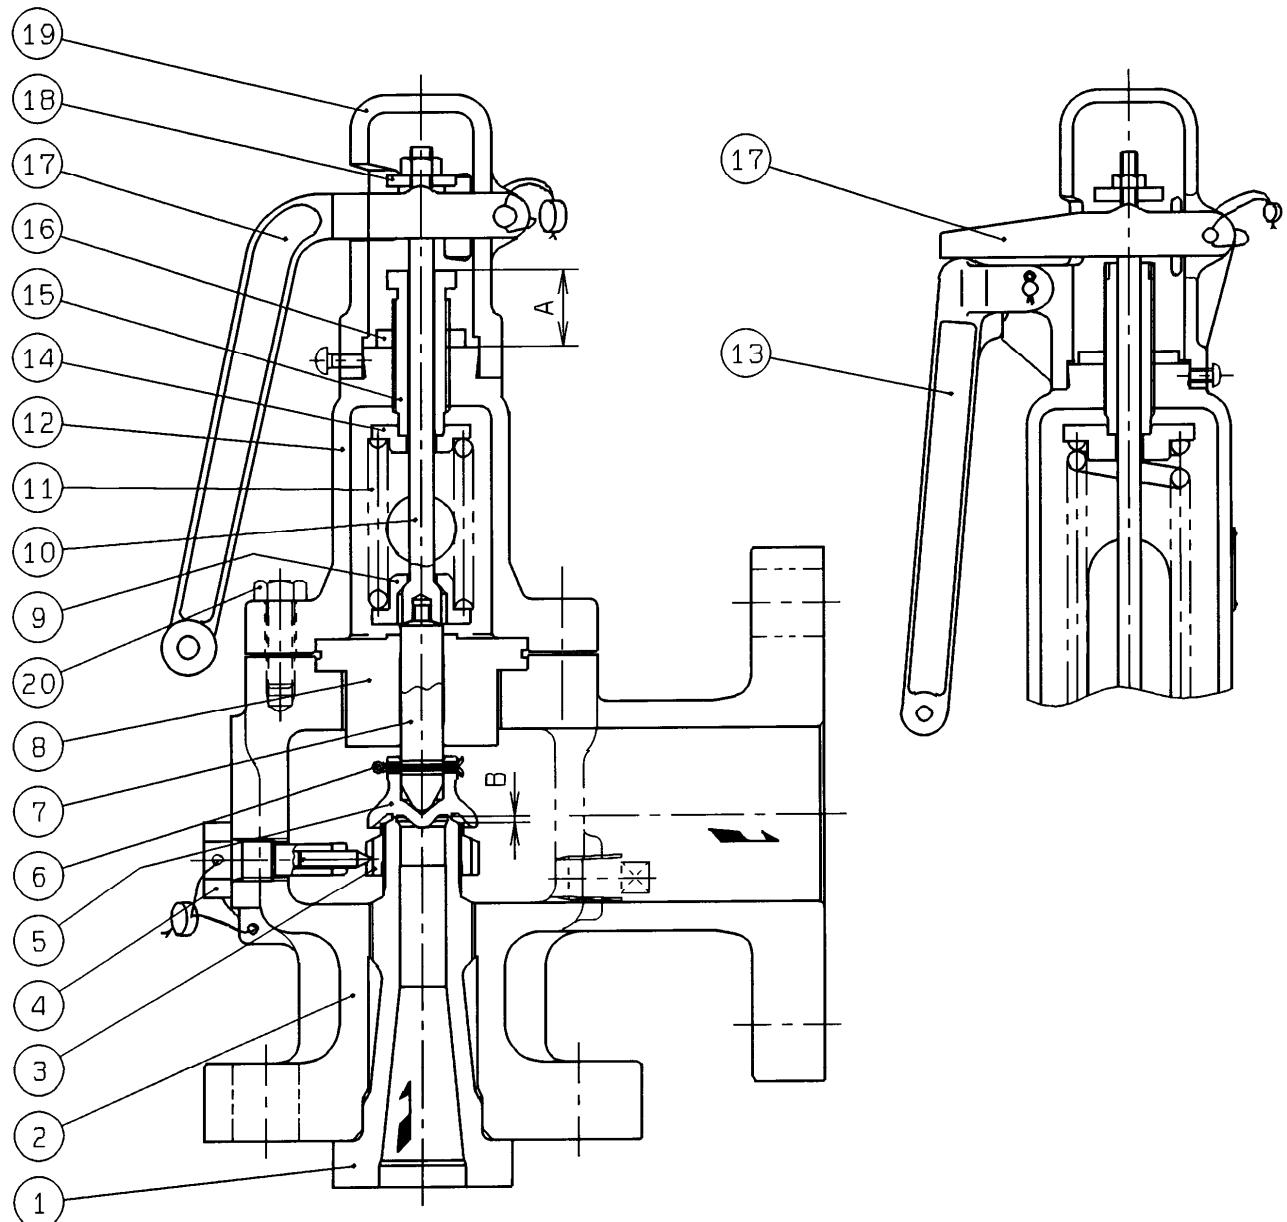

図2 構造図
- 調整後は、いずれの場合も調節ねじ用ナット(16)を忘れずに締め付けてください。(図2参照)
3. 分解（図2参照）